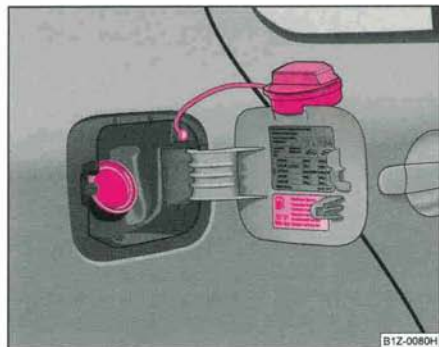

Fig. 183 Trappe avec
Il existe différentes sortes d'essence. Veuillez lire le cahier « Données Techniques » pour savoir de quelle sorte de carburant a besoin votre véhicule. Cette information se trouve aussi à l'intérieur de la trappe du réservoir ⇒ page 243, fig. 183.
- Dévissez le bouchon en le faisant tourner vers la gauche et posez-le en haut sur la trappe du réservoir ⇒ fig. 183.